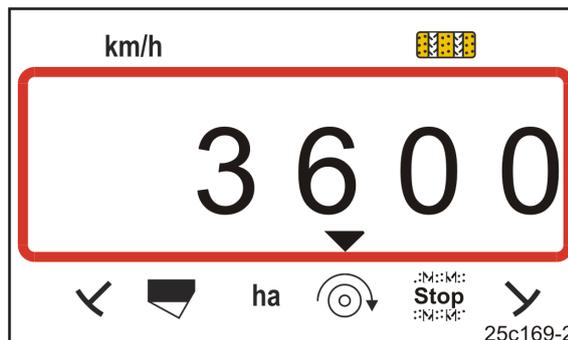

Fig. 17
- Affichage (Fig. 17) régime actuel de la turbine (par ex. 3600 [tr/min]).